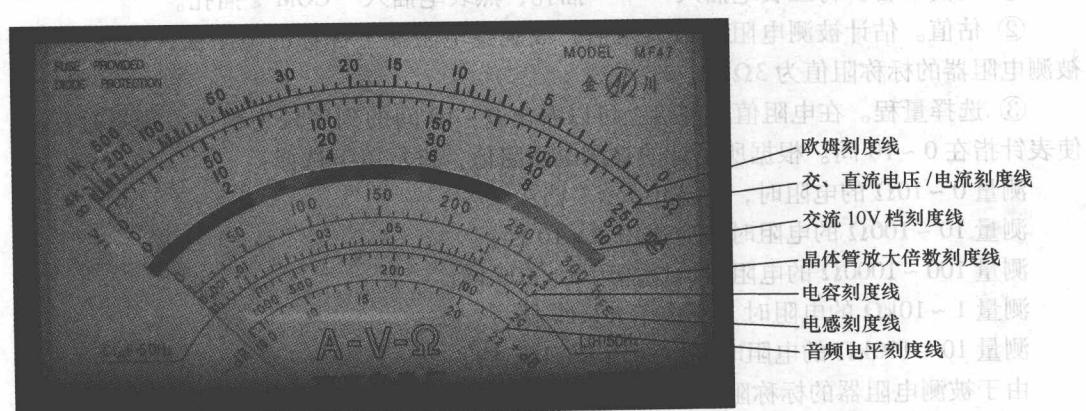

图 1-11 指针万用表的刻度盘
(1) 刻度盘 MF47 型指针万用表的刻度盘如图 1-11 所示, 其上面有七条功能不同的刻度。具体功能如下: